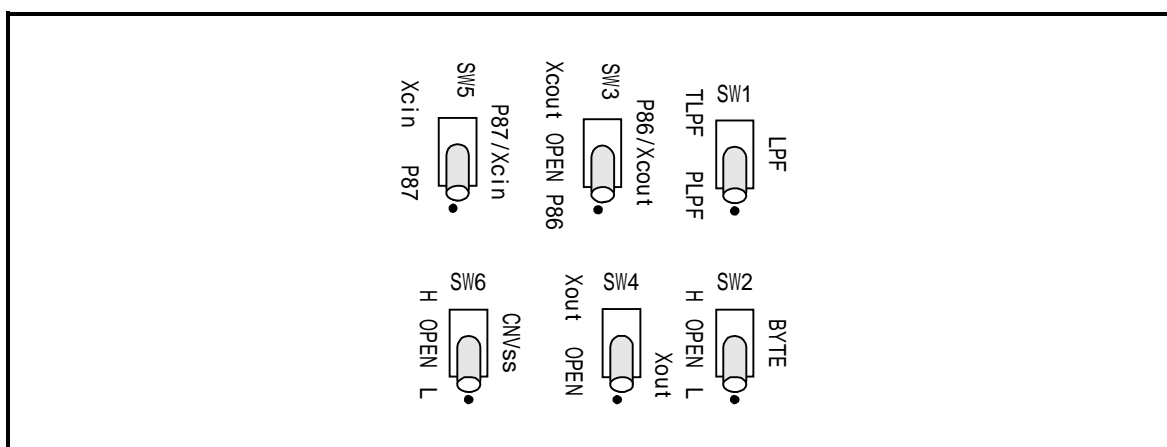

図 4.3 セルフチェック時のスイッチ設定 (=出荷時の設定)
- (1) エミュレーションポッド内のスイッチ設定を出荷時の設定(図 4.3)にしてください。
- (2) ターゲットシステムが接続されている場合は、ターゲットシステムを外してください。
- (3) 電源投入後、2秒以内にPC4701 フロントパネルのシステムリセットスイッチを押し、メンテナンス用の特殊モードに切り替えます。
- (4) “SAFE”のLEDが点滅開始するのを確認後、もう一度システムリセットスイッチを押してください。
- (5) セルフチェックを開始します。約40秒で正常終了表示されればセルフチェック終了です。
- 本製品内部のスイッチが出荷時の設定(図 4.3)になっているかご確認ください。